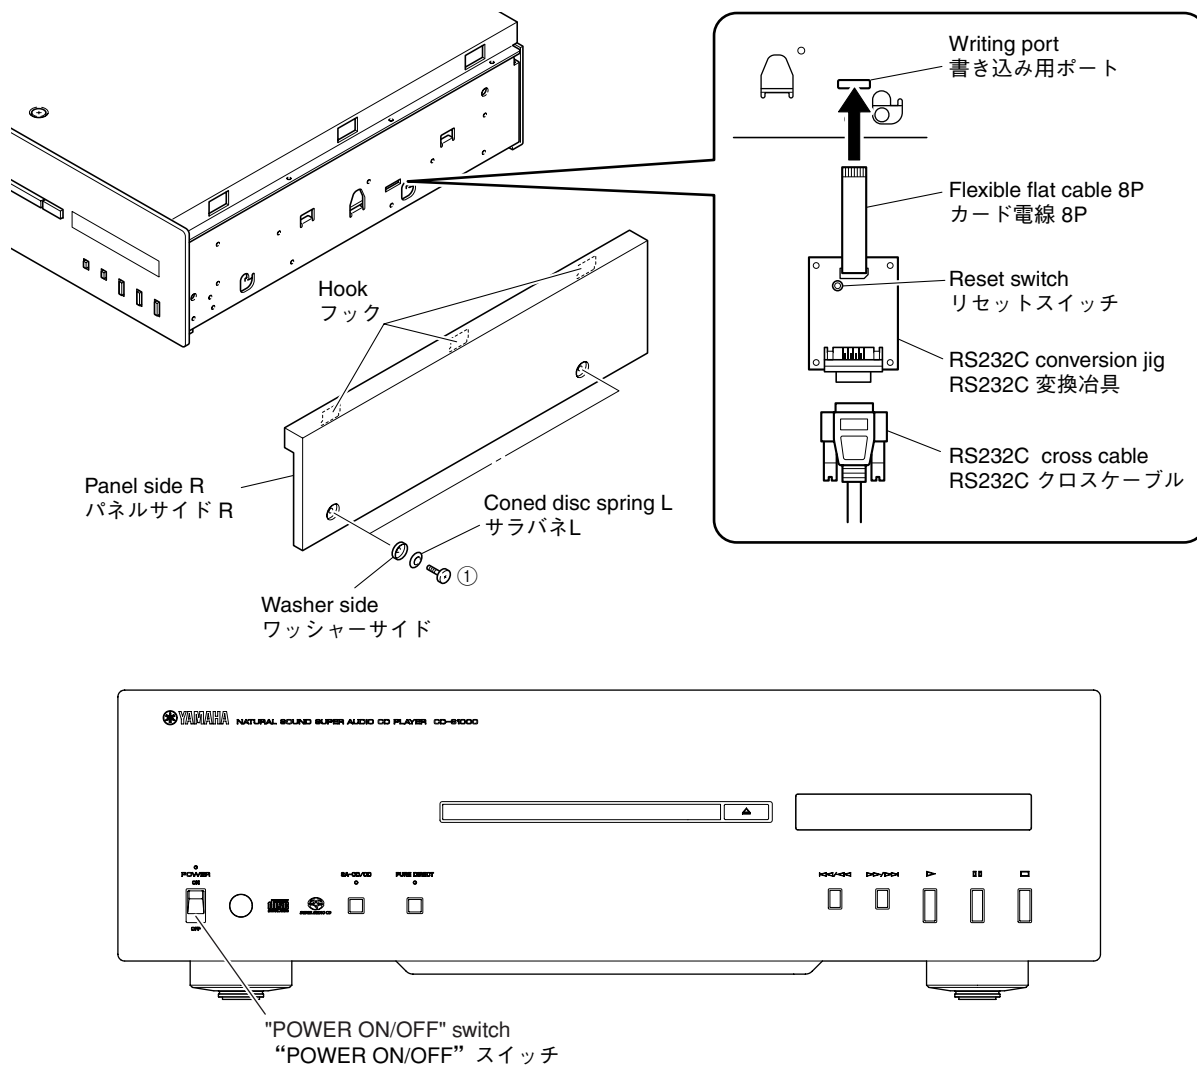

Fig. 1
2. Remove 2 screws (①). (Fig. 1)
3. Lift the panel side R a little, release hooks at 3 locations and then remove the panel side R. (Fig. 1)
4. Connect the writing port of this unit to the serial port (RS232C) of the PC with RS232C cross cable, RS232C conversion jig and flexible flat cable as shown below. (Fig. 1)
2. ①のネジ2本を外します。(Fig. 1)
3. パネルサイドRを少し持ち上げ、フック3ヶ所を外し、パネルサイドRを取り外します。(Fig. 1)
4. 本機の書き込み用ポートとPCのシリアルポート(RS232C)を下記のように接続します。(Fig. 1)
5. Connect the power cable of this unit to the AC outlet. (Fig. 1)
6. While pressing the reset switch of RS232C conversion jig, set the "POWER ON/OFF" switch of this unit to the ON position. (Fig. 1)
5. 本機の電源コードをACコンセントに接続します。(Fig. 1)
6. RS232C変換治具のリセットスイッチを押しながら、本機の"POWER ON/OFF"スイッチをONにします。(Fig. 1)